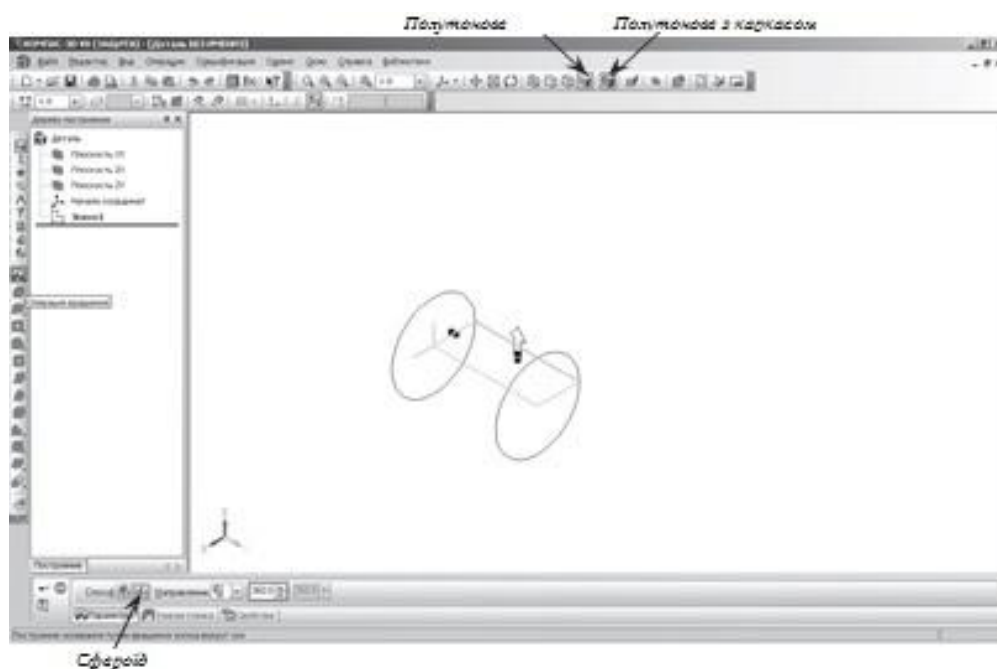

Рисунок 3.1 – Спосіб побудови Циліндру
- за допомогою безперервного введення відрізка та ортогонального креслення побудуйте ескіз прямокутника довжина 20 мм, висота 50 мм (рис. 3.1);
- на панелі властивостей на вкладці параметри вкажіть спосіб побудови  – сфероїд (побудова суцільного елемента), напрямок обертання 360° (рис. 3.1);
- на Інструментальній панелі **Вид** виберіть команду напівтонове, півтонове з каркасом (рис. 3.1).